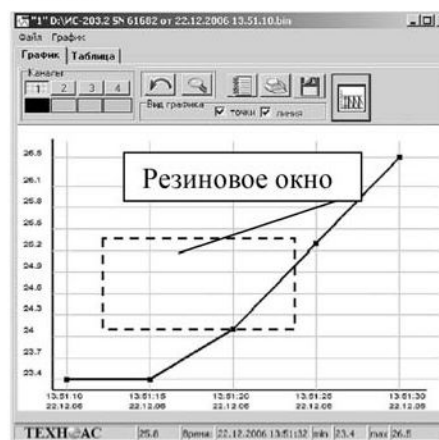

Рис.14
- **кнопки возврата** - основной режим при работе с графиком - масштабирование. Масштабирование производится посредством резинового окна (рис.14). Для того чтобы увеличить график до необходимого размера, необходимо нажать и, не отпуская клавишу мыши, потянуть манипулятор мышь в произвольном направлении. В результате появится резиновое окно, которое и определяет область масштабирования графика.